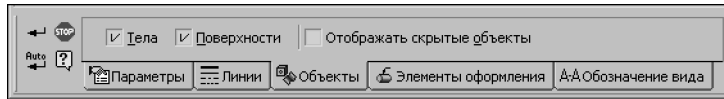

Рис. 50.6. Вкладка **Объекты**
- ▼ Чтобы включить или отключить передачу в вид изображений тел и поверхностей из модели, активизируйте вкладку **Объекты** на Панели свойств. Она содержит три опции: **Тела**, **Поверхности** и **Отображать скрытые объекты** (рис. 50.6).
После создания вида изменить набор передаваемых объектов и элементов оформления можно на вкладках **Объекты** и **Элементы оформления** Панели свойств (см. рис. 50.6 на с. 90 и 50.7 на с. 90).